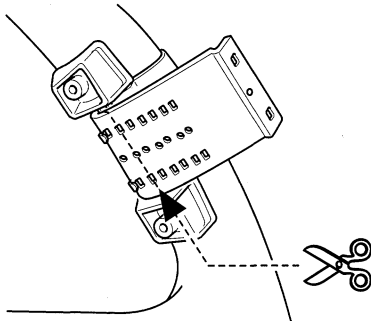

Abb. 11
2. Den überschüssigen Teil des Riemens in der Mitte des Innenhalters abschneiden. (Abb. 11)